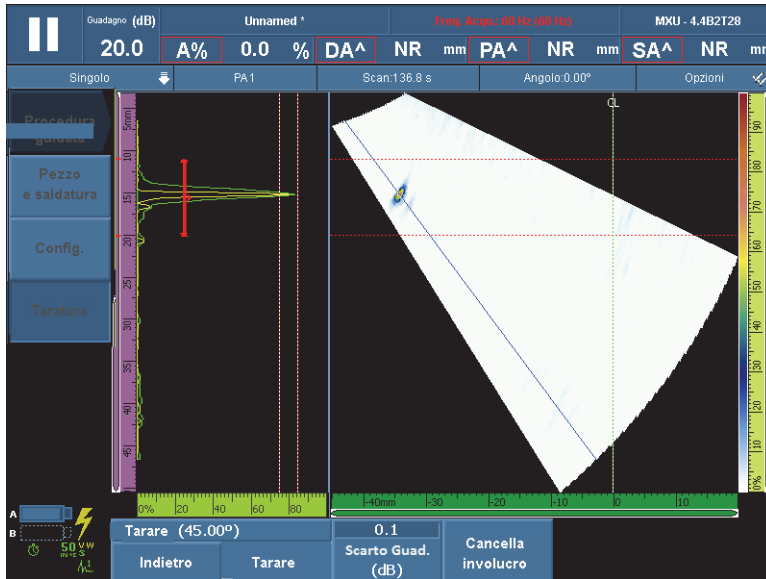

Figura 5-16 Creazione dell'involucro per la taratura della sensibilità del primo angolo
- a) Passare la sonda in avanti e indietro sul riflettore di riferimento per poter creare un involucro (vedere Figura 5-16 a pagina 156).